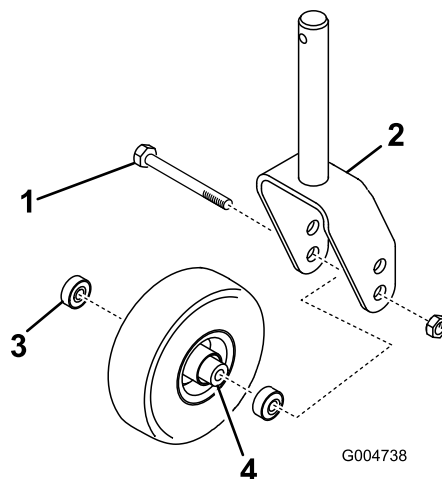

図 23
2. キャスタホイールアセンブリをキャストフォークの間に保持しているボルトのロックナット(図 23)を外す。キャストホイールをつかんでおいて、ボルトをフォークまたはピボットアームから抜き取る。
3. ホイールのハブからベアリングを外して、ベアリングスペーサを床に落とす 図 23。ホイールハブの反対側にあるベアリングを取る。